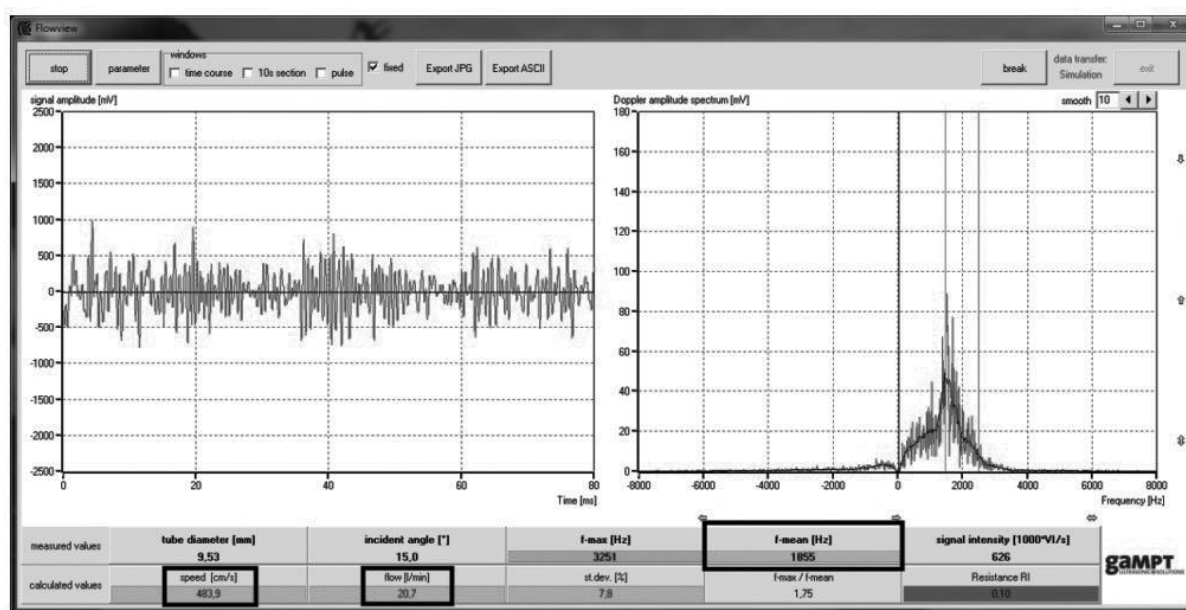

Рис. 42. Главное окно программы FlowView
9. Пронаблюдайте спектр и измерьте среднее значение сдвига частоты  $\Delta f$  (параметр «f-mean» в окне программы FlowView, рисунок 42).
10. Зная величину сдвига частоты  $\Delta f$ , рассчитайте скорость потока  $U_0$  с помощью формулы (195.3) и сравните со значениями, полученными в эксперименте программой (параметр “speed”, рисунок 42).